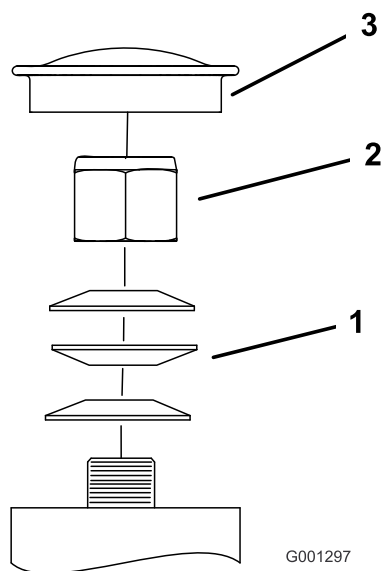

Figure 64
3. Retirez le couvre-moyeu de la roue pivotante et serrez le contre-écrou (Figure 64).
4. Continuez de serrer le contre-écrou jusqu'à ce que les rondelles élastiques soient aplaties, puis desserrez-le de 1/4 de tour pour obtenir la précharge correcte des roulements (Figure 64).
**Important:** Veillez à placer les rondelles élastiques comme illustré à la Figure 64.
5. Reposez le couvre-moyeu (Figure 64).